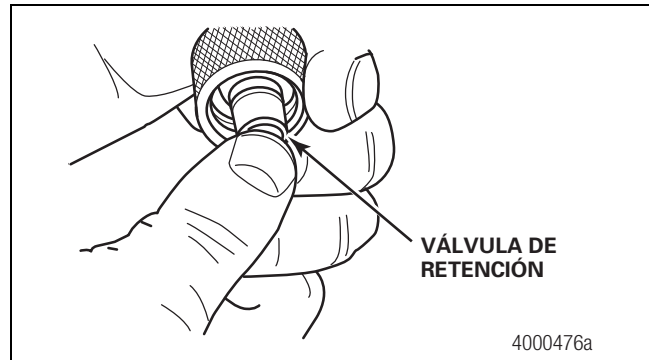
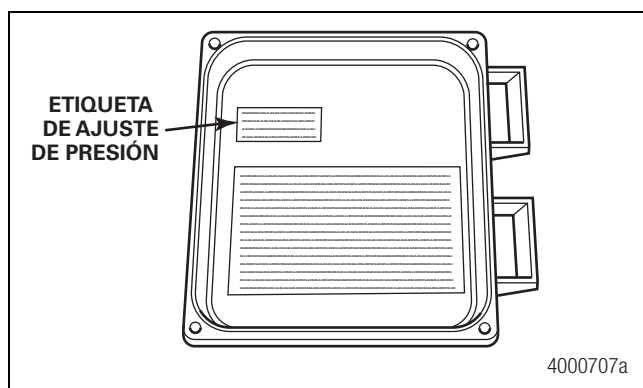

Figura 3.6
Figura 3.7
7. Empuje las válvulas de retención por los extremos de las mangueras unidos a los neumáticos. Debe existir circulación de aire proveniente de los neumáticos. Figura 3.6.
8. Use las válvulas de retención en las mangueras para reducir la presión en todos los neumáticos de 5 a 10 psi por debajo de la presión de neumático deseada. En una etiqueta ubicada por el lado interior de la puerta de la caja de control se indica la presión del neumático que proporcionará el sistema de inflado. Figura 3.7. Por ejemplo, si la flotilla funciona a 100 psi (689 kPa), reduzca la presión del neumático a 90 o 95 psi. Figura 3.6.